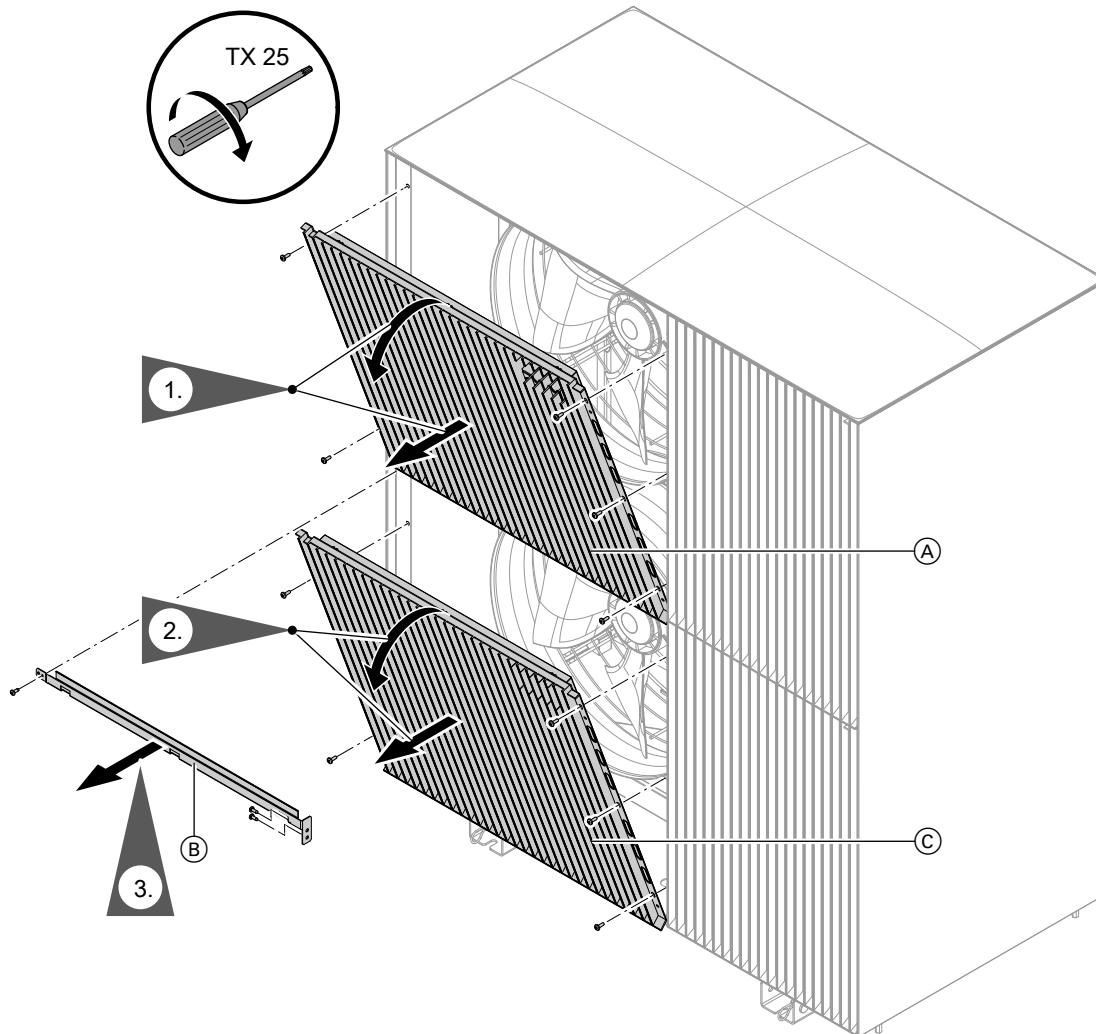

Abb. 109
3. Schutzgitter Ventilatoren und Versteifungswinkel abbauen: Siehe Abb. 109.